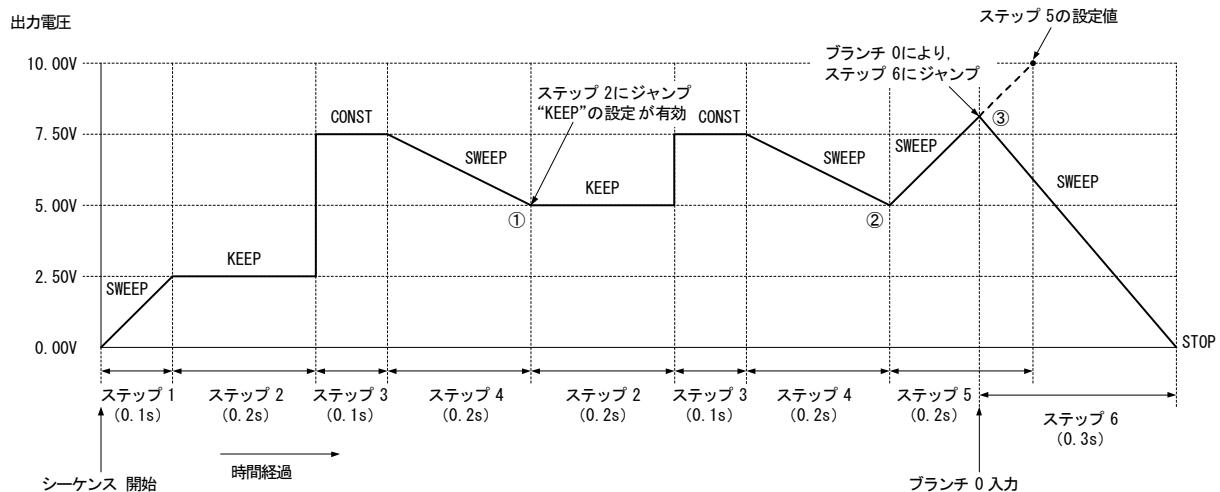

図 4-20 ステップ遷移例 (CV-INT モード時)
ここでは、図 4-20に示すシーケンス遷移を例に、新規にシーケンス動作を設定する手順を説明します。
ステップ 4 のジャンプステップが 2 に設定されているため、ステップ 4 の終了後はステップ 2 にジャンプします（図 4-20 の①）。ステップ 2 は直流電圧動作種別が KEEP であるため、直前のステップ（ステップ 4）の直流電圧値 = 5 V を維持します。
ステップ 4 のジャンプ回数が 1 に設定されているため、ジャンプ後にステップ 4 が終了したあとは、次のステップ=ステップ 5 に移行します（図 4-20 の②）。
ステップ 5 はステップ時間 = 0.2 s に設定されていますが、ブランチ 0 によるジャンプ先がステップ 6 となっているため、ステップ時間内にブランチ 0 入力があった時点でステップ 6 にジャンプします。（図 4-20 の③）